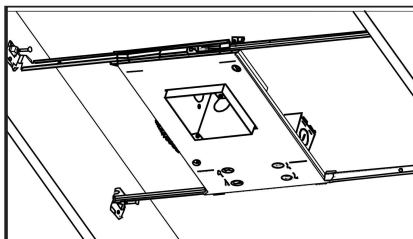
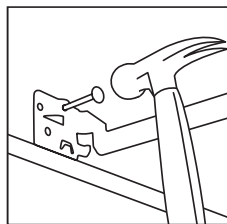

Figure 3
Figure 4
Étape 1. Prolongez les barres de suspension pour qu'elles s'ajustent entre les poutrelles. La barre de suspension est profilée pour s'aligner facilement avec le bas de la poutrelle (Fig. 3). Positionner le luminaire en clouant les Real-Nails dans les poutrelles (Fig. 4).